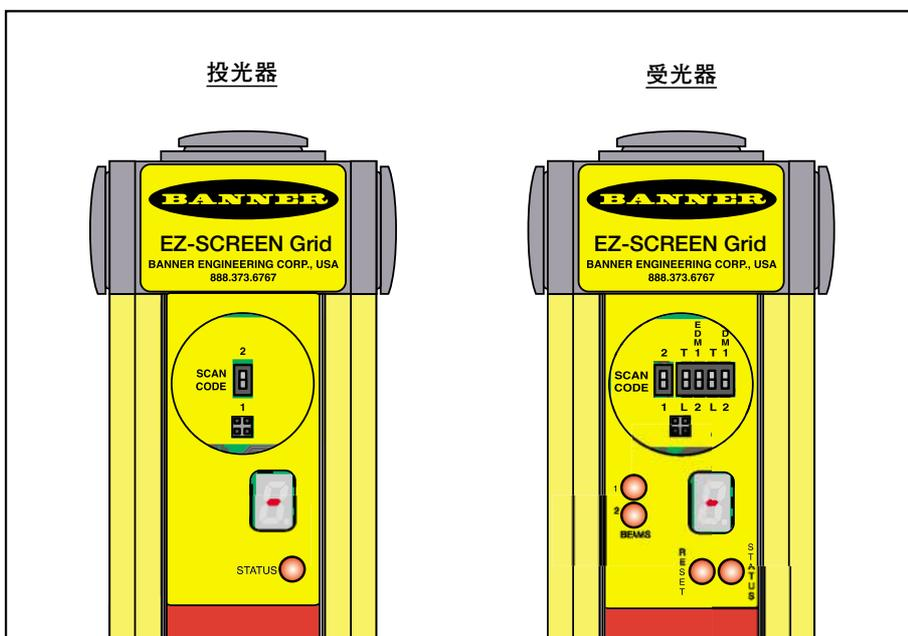

Fig. 4-1 EZスクリーン・グリッドの設定スイッチ
システム構成は、投光器のアクセスポートキャップ後ろの構成パネルで設定します(付属のスパナーレンチでキャップを外します)。Fig. 4-1をご参照ください。構成を確認/設定した後は、NEMA/IP定格を維持するためにアクセスポートキャップを完全に取り付ける必要があります。周波数切り替え以外のすべての設定は、システムの電源遮断時に行ってください。
**トリップまたはラッチ出力**は、受光器構成ポートの2つのDIPスイッチで選択します; Fig. 4-1をご参照ください。両方のスイッチを同じ設定にしてください。異なる設定にした場合、エラーコードが表示されます。
**EDM**：EDMモードは、受光器構成ポートの2つのDIPスイッチで選択します; Fig. 4-1をご参照ください。1chモニタリングでは、両方のEDM DIPスイッチを1に設定します。2chモニタリングまたはモニタなしの場合、両方のEDM DIPスイッチを2に設定します。詳細については、セクション3.7.3をご参照ください。
投受光器のフロントパネルに各種ステータス表示が装備されています (Fig. 4-1 参照)。